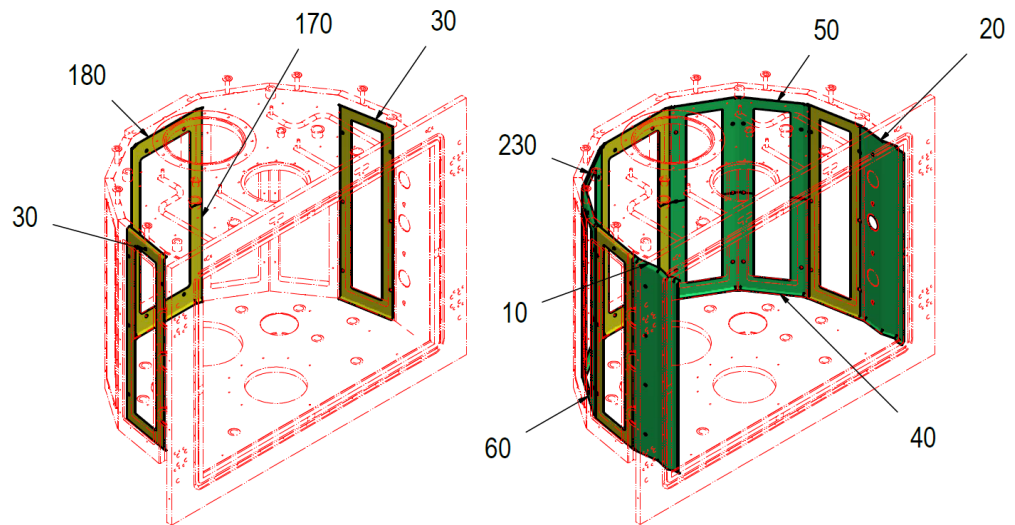

Abb. 7-11
- 3** Entfernen Sie die seitlichen Schutzbleche. Siehe Abb. 7-11, 191.
17 Montieren Sie die seitlichen Schutzbleche. Siehe Abb. 7-11,  191.